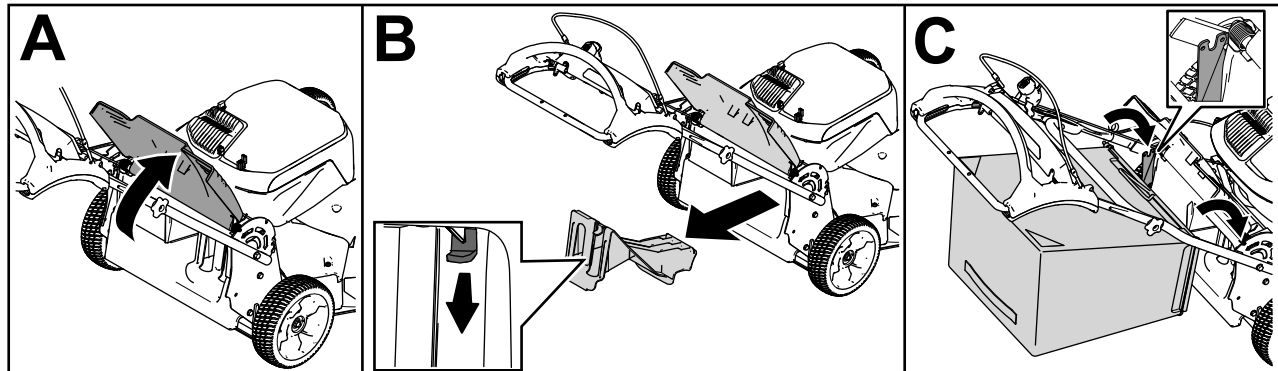

Figure 18
1. Soulevez le déflecteur arrière et gardez-le dans cette position (A de la Figure 18).
2. Retirez l'obturateur d'éjection arrière en appuyant sur le verrou avec le pouce et en tirant l'obturateur hors de la machine (B de la Figure 18).
3. Placez la tige du bac dans les crans à la base du guidon et agitez le bac d'avant en arrière pour vous assurer que la tige est bien engagée au fond des deux crans (C de la Figure 18).